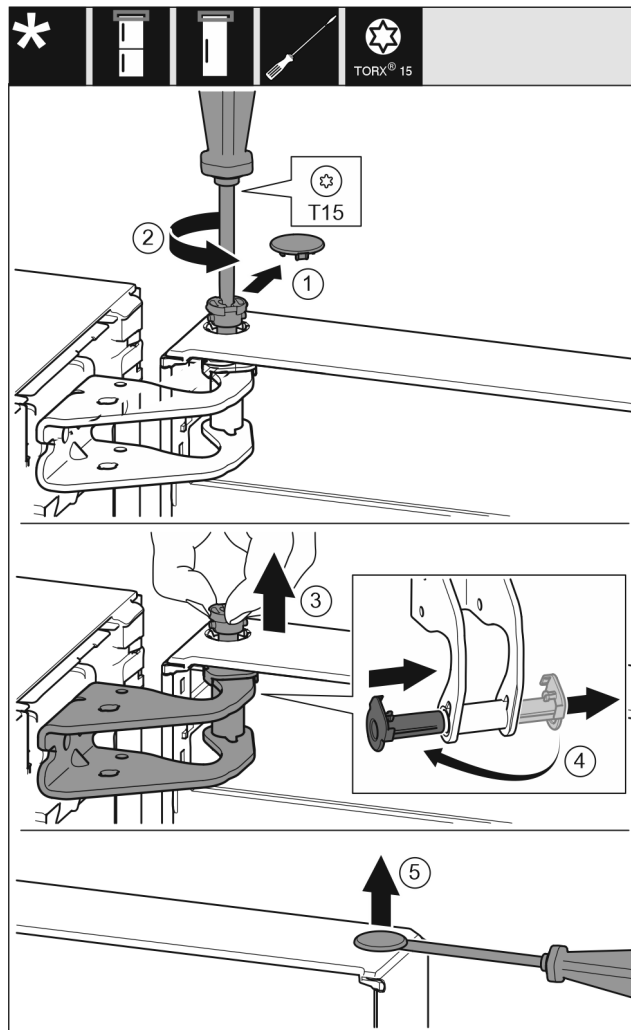

Fig. 6
- ▶ Previdno snemite varovalni pokrov. Fig. 6 (1)
- ▶ Sornik nekoliko izvijte z izvijačem T15. Fig. 6 (2)
- ▶ Držite vrata in s prsti izvlecite sornik. Fig. 6 (3)
- ▶ Ležajno dozo povlecite iz vodila. Vstavite z druge strani in pazite, da se zaskoči. Fig. 6 (4)
- ▶ S ploščatim izvijačem previdno dvignite čep iz ležajne doze vrat in ga izvlecite. Fig. 6 (5)